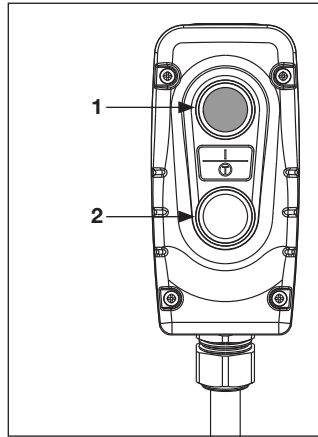

Figura 11, Botones de la botonera
8.5 Controles en la botonera (véase Figura 11)